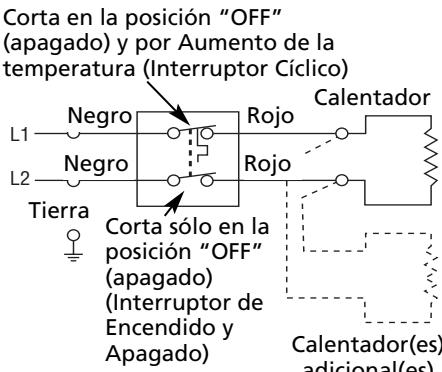

Figura 13 – Conexiones del Cableado del Termostato 3UG32D
4. Conecte el termostato al calentador de zócalo y a los conductores de alimentación de acuerdo con el diagrama de cableado eléctrico (Figura 13) utilizando las tuercas para alambre de lista del tamaño adecuado.